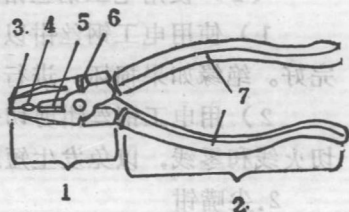
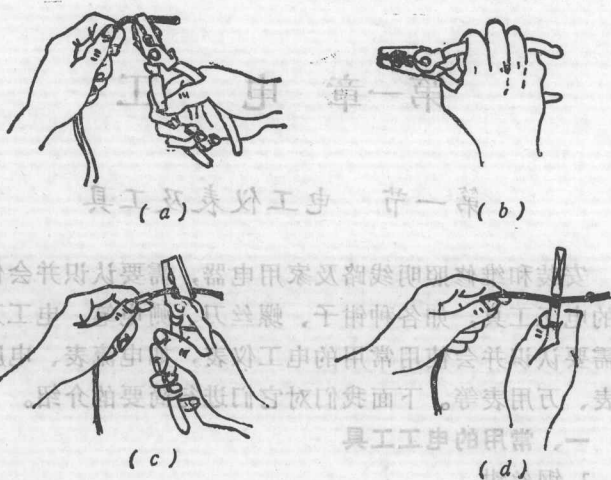

图1-1 电工钢丝钳的构造
图 1-2 电工钢丝钳的用途
电工钢丝钳由钳头和钳柄两部分组成，钳头由钳口、齿口、刀口和侧口四部分组成(如图1-1所示)。它的用途很多，钳口用来弯绞或钳夹导线线头；齿口用来紧固或起松螺母；刀口用来剪切导线或剖削导线绝缘层；侧口用来侧切电线线芯、钢丝或铅丝等较硬金属丝，如图1-2所示。
- (1) 按图1-2 (a) 的方法作弯绞导线练习。
- (2) 按图1-2 (c) 的方法作剪切导线练习。
- (3) 按图1-2 (b) 的方法作侧切钢丝练习。